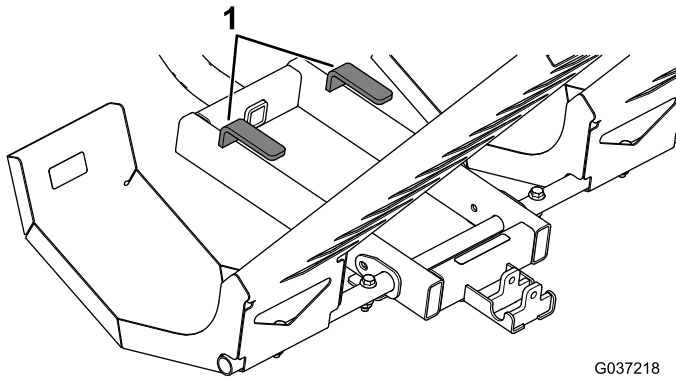

Bild 14
2. Die Achse des Handstreuwagens muss in den beiden Achsenhaltern einrasten (Bild 14).